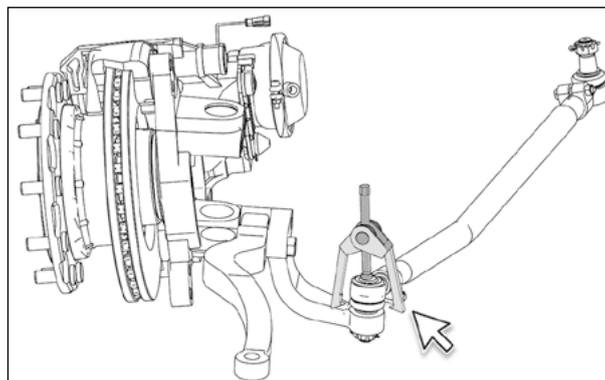

Figura 5-5-12: Removedor de junta esférica (ferramenta especial)
7. Separe a junta esférica da articulação de arrasto da direção do braço oscilante da direção com uma ferramenta especial (extrator de três mandíbulas), conforme indicado na Figura 5-5-12.